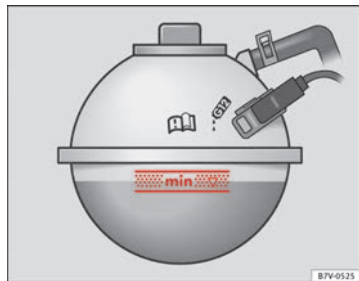

Fig. 174 Nel vano motore: Segno nel serbatoio di compensazione del liquido di raffreddamento.
- A motore freddo, verificare il livello del liquido di raffreddamento tramite il segno sul fianco del serbatoio di compensazione ⇒ fig. 174.
- Inserire esclusivamente liquido di raffreddamento **nuovo** conforme alle specifiche SEAT (⇒ pagina 305) ⇒ ①.
- Il livello del liquido di raffreddamento deve rimanere tra le tacche incise sul serbatoio di compensazione ⇒ **fig. 174. Non oltrepassare il bordo superiore della zona contrassegnata** ⇒ ②
- Se non si dispone di un liquido di raffreddamento che soddisfa le specifiche richieste (⇒ pagina 305), non utilizzare in nessun caso altri tipi di additivi, anche se si tratta di un'emergenza. Al suo posto, riempire solamente con **acqua distillata** ⇒ ③. Quindi ricordarsi di ripristinare la proporzione corretta della miscela con l'additivo prescritto il prima possibile ⇒ pagina 305.
- Aggiungere liquido di raffreddamento solo fino al bordo superiore della zona contrassegnata ⇒ **fig. 174**. In caso contrario, quando la temperatura salirà il liquido in eccesso fuoriuscirà in pressione dall'impianto di raffreddamento causandone il deterioramento.